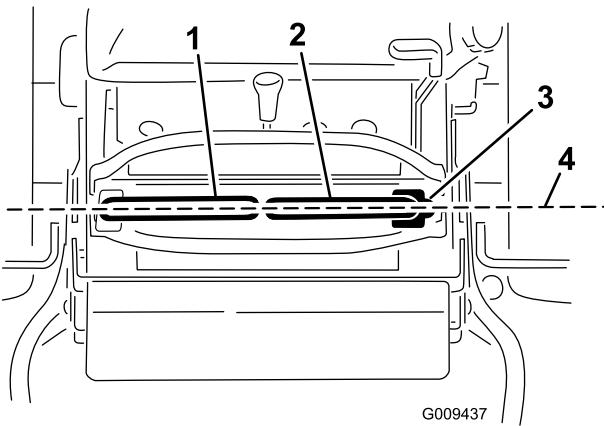

Figura 69
**Importante:** Compruebe el avance de la máquina después de ajustar las palancas de control de movimiento. Se utiliza el mismo procedimiento para ajustar la dirección y para alinear las palancas de control de movimiento hacia adelante-atrás (Figura 69).
1. Una vez ajustada la alineación horizontal, compruebe la alineación hacia adelante-atrás (Figura 69).